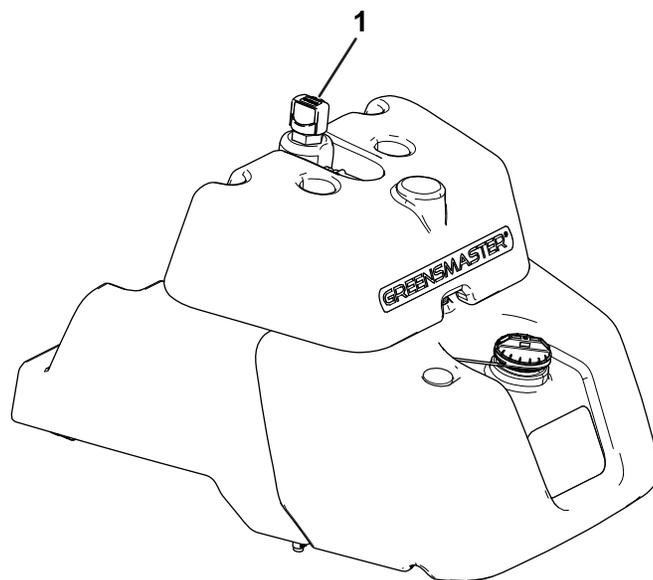

Рисунок 40
- Если на баке нет смотрового окна, найдите масломерный щуп в верхней части главного гидравлического бака (Рисунок 40) и перейдите к пункту 3.